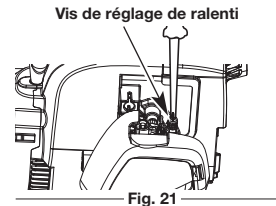

Fig. 21
La vitesse de ralenti du moteur est réglable à l'aide d'une vis de réglage accessible par un trou situé sur le dessus du couvercle du moteur (Fig. 21).
- Relâchez la manette des gaz et laissez le moteur tourner au ralenti. Si le moteur s'arrête, insérez un tournevis cruciforme entre la couverture du filtre à air et celle du moteur (Fig. 21). Tournez la vis du ralenti dans le sens des aiguilles d'une montre, 1/8 de tour à la fois (selon le besoin) jusqu'à ce que le moteur tourne au ralenti sans à-coups.